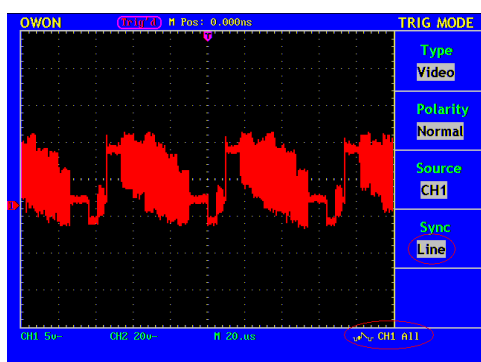

Рисунок 5.22.6. Осциллограмма, полученная при запуске по строчному синхроимпульсу
6. Нажмите снова на кнопку F4 и выберите и выберите запуск по строчному синхроимпульсу "Line". Вид экрана при этом показан на рис. 5.22.6.